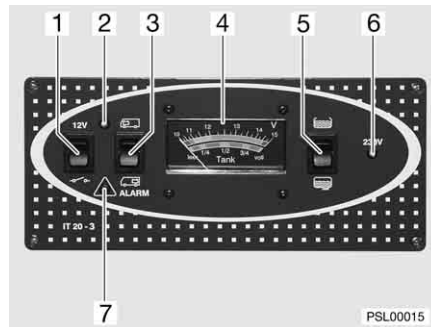

Fig. 31 Panneau de contrôle
- Commutateur à bascule (Fig. 31,3) vers le haut  : la tension de la batterie de démarrage est affichée.
- Commutateur à bascule (Fig. 31,3) vers le bas  : la tension de la batterie de cellule est affichée.
Observer sur l'indicateur de charge/de niveau de réservoir (Fig. 31,4), la graduation supérieure. L'indicateur s'éclaire automatiquement dès qu'un commutateur est actionné.
- Commutateur à bascule (Fig. 31,5) vers le haut  : le niveau du réservoir d'eau est affiché.
- Commutateur à bascule (Fig. 31,5) vers le bas  : le niveau du réservoir d'eaux usées est affiché.
Observer sur l'indicateur de charge/de niveau de réservoir (Fig. 31,4), la graduation inférieure. L'indicateur s'éclaire automatiquement dès qu'un commutateur est actionné.
Le voyant d'alerte rouge ALARME (Fig. 31,7) clignote dès que la charge de la batterie de cellule descend en dessous de 11 V (mesurée en marche) et qu'il y a risque de décharge profonde des batteries.
L'interrupteur principal 12 V (Fig. 31,1) établit ou coupe l'alimentation 12 V de la cellule.
- Commutateur à bascule (Fig. 31,1) vers le haut "12 V" : l'alimentation 12 V de la cellule est assurée. Le voyant de contrôle vert (Fig. 31,2) s'allume.
- Commutateur à bascule (Fig. 31,1) vers le bas  : l'alimentation 12 V de la cellule est coupée. Le voyant de contrôle (Fig. 31,2) s'éteint.
Le voyant de contrôle 12 V (Fig. 31,2) s'allume dès que l'interrupteur principal 12 V (Fig. 31,1) est enclenché.
Le voyant de contrôle jaune 230 V (Fig. 31,6) s'allume si l'arrivée du bloc électrique est sous tension de réseau.
Le bloc électrique travaille uniquement en liaison avec le panneau de contrôle (Fig. 31).
- Si nécessaire, rallumer pour un bref moment l'alimentation 12 V pour le fonctionnement à l'aide de l'interrupteur principal 12 V (Fig. 31,1). Toutefois, cela n'est possible que lorsque la tension de batterie redevient supérieure à 11,0 V. Si la tension de batterie est inférieure, l'alimentation 12 V pourra être rétablie uniquement lorsque la batterie de cellule aura été rechargée.